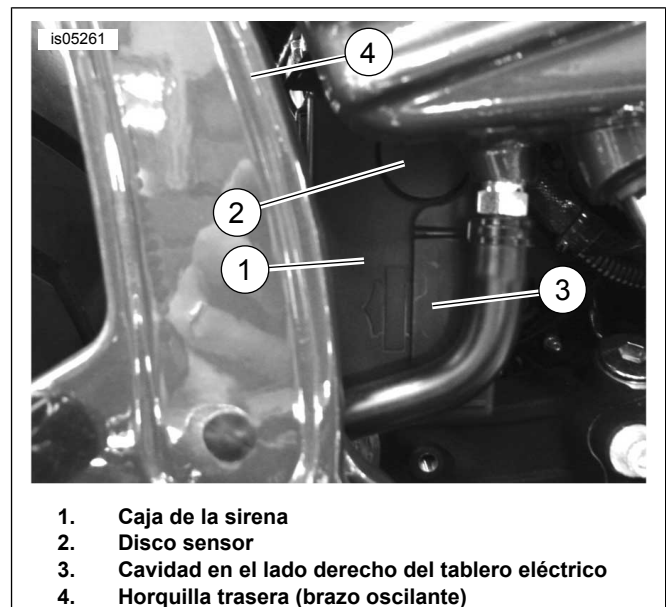

Figura 29. Montaje de sirena (FXCW y FXCWC)
5. Vea la Figura 29. Coloque la caja de la sirena (1) con el conector del cableado hacia la parte trasera y el disco sensor (2) hacia fuera. Encaje con cuidado la caja de la sirena en la cavidad (3) en el lado derecho del tablero eléctrico.